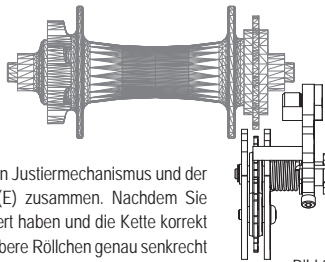
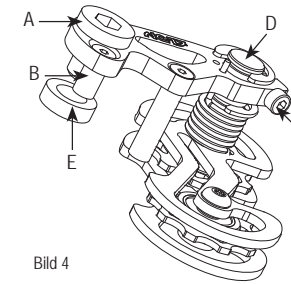

Bild 3
Bild 4
Der Rear-Stinger wird am Ausfallende wie ein Schaltwerk mit der Befestigungsschraube (A) montiert. Hierbei ist zu beachten dass der Stift (B) am Anschlag des Schaltauges anliegt. (siehe Bild 4) Erst dann kann die Befestigungsschraube mit 8-10Nm festgezogen werden. Geben Sie acht das die Befestigungsschraube nicht verkantet.
Es ist für eine hervorragende Performance unabdingbar das die Kettenlinie am Rear-Stinger exakt eingestellt wird. Der maximale Verstellbereich von 10mm setzt sich aus dem stufenlosen Justiermechanismus und der 5mm Unterlegscheibe (E) zusammen. Nachdem Sie den Rear-Stinger montiert haben und die Kette korrekt läuft prüfen Sie ob das obere Röllchen genau senkrecht zum Ritzel steht. (siehe Bild 3) Der stufenlose Verstellmechanismus ermöglicht eine exakte Ausrichtung. Dazu müssen Sie erst die Schraube (C) mit dem 3mm Inbusschlüssel lösen. Jetzt können Sie die Drehachse (D) in die richtige Position schieben und anschließend die Schraube (C) mit einem Drehmoment von 4Nm wieder festziehen. Falls eine korrekte Positionierung nicht möglich sein sollte, verwenden Sie die mitgelieferte 5mm Unterlegscheibe zwischen Rearstinger und Ausfallende. (siehe Bild 4) Um die korrekte Position zu prüfen drehen Sie die Kurbel rückwärts. Falls die Kette dabei springt oder sich verhakt kontrollieren Sie die Position der Röllchen zum Ritzel oder fragen Sie ihren Fachhändler.